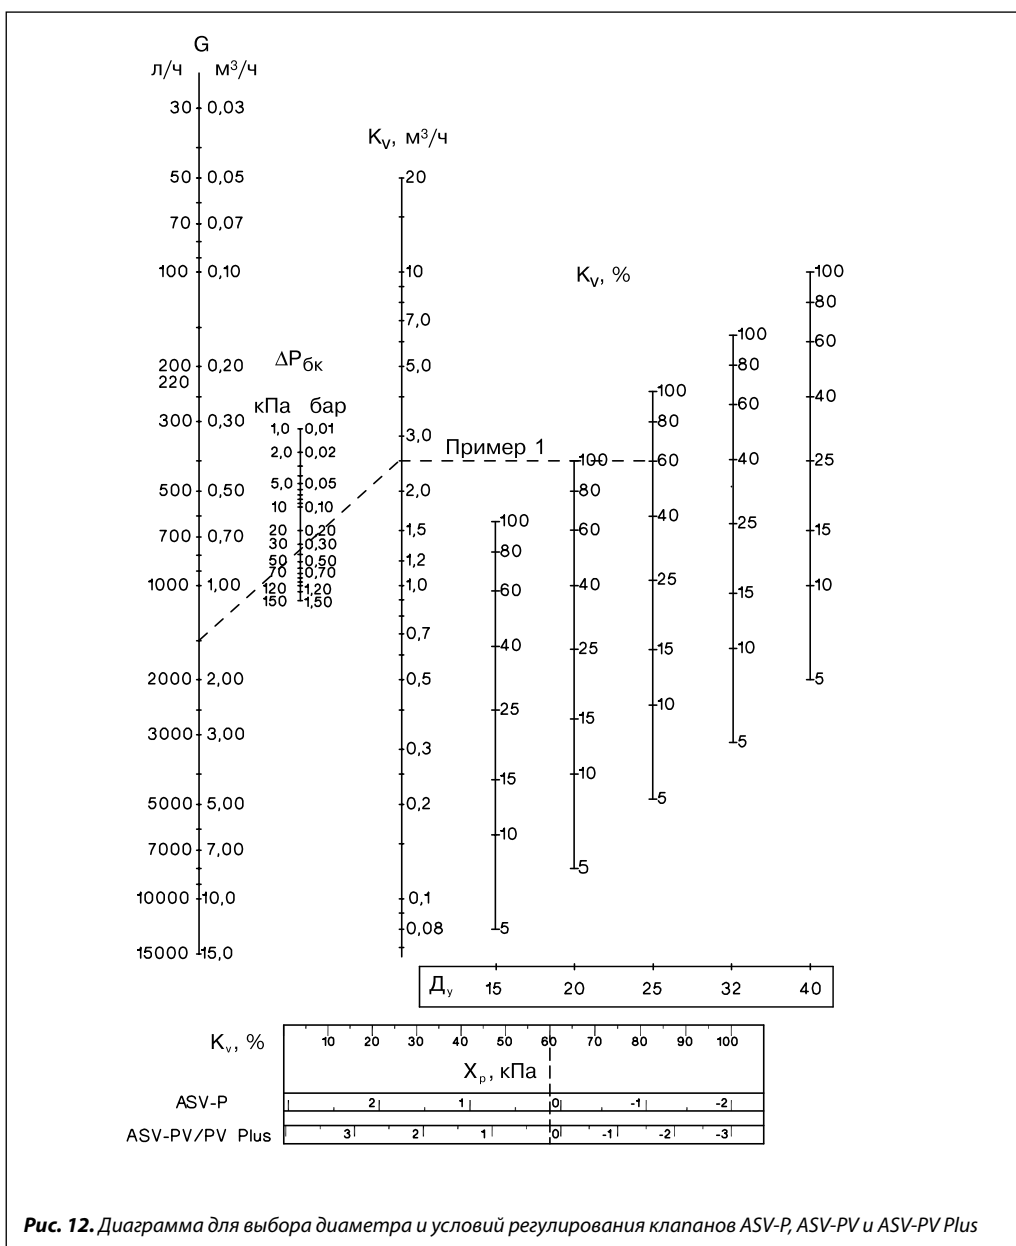

Рис. 12. Диаграмма для выбора диаметра и условий регулирования клапанов ASV-P, ASV-PV и ASV-PV Plus
6. Условия работы клапана определяются по диаграмме (рис. 12). Для чего точка $1,5 \text{ м}^3/\text{ч}$ на шкале расхода G соединяется линией с точкой $0,36 \text{ бар}$ на шкале потерь давления в балансировочном клапане $\Delta P_{\text{бк}}$. Затем эта линия продлевается до шкалы K_v , где читается требуемая пропускная способность клапана ASV-PV, равная $2,5 \text{ м}^3/\text{ч}$. Далее от этого значения K_v проводится горизонтальная линия до пересечения с вертикальной шкалой значений K_v в % для клапана принятого диаметра $D_y = 25 \text{ мм}$, где видна степень его открытия — 60 %.